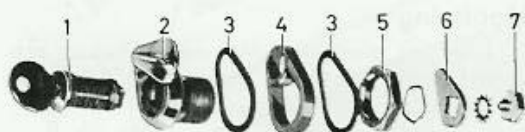

Bild 40. Tanklockets lås isärtaget
Låset demonteras genom att skruven, på låsets undersida, lossas och låsklaffen tas bort. Härvid kan låskolven tas ur genom att sätta nyckeln i låset och dra ut kolven. Därefter demonteras den stora muttern på låsets undersida varefter hela låsenheten går att ta bort från locket (bild 40).
fastsatt med ett clips på insidan av bakskärmen. Tanklocket är fastskruvat med två skruvar. Låscylindern demonteras genom att skruven (7) och låsarmen (6 bild 40) tas bort. Ska hela låset demonteras, skruvas muttern (5 bild 40) loss.